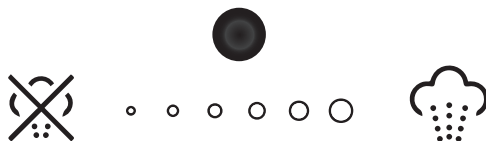

Bild 10. Die Steuerung der Ableitung aus der Kammer.
- Die Backofen-Kammer ist mit einem Dampfableiter ausgestattet, der der Ableitung des Dampfes aus der Backofen-Kammer dient. Die Steuerung des Durchflusses durch den Dampfableiter findet mit Hilfe des auf dem Steuerpanel angebrachten Hebels (Bild 10) statt. Der eingedrückte Hebel bedeutet, dass der Dampfableiter gänzlich geschlossen ist. Indem man den Hebel aus dem Panel herauszieht, öffnet man den Dampfableiter, indem man den Durchfluss darin vergrößert.